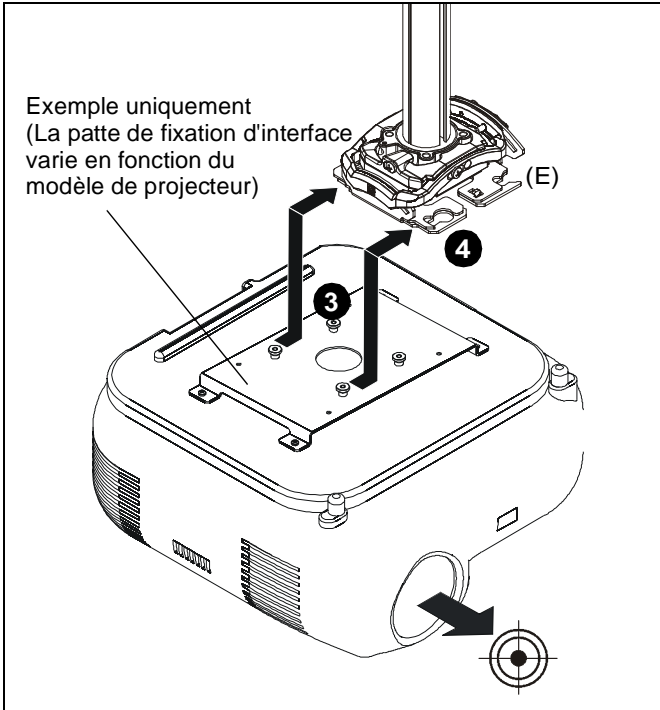

Figure 4
- Orientez le projecteur avec la patte de fixation d'interface. (See Figure 4)
- Soulevez le projecteur de façon à aligner les vis avec écrous à ailettes sur les fentes de montage dans la base du système de montage. (See Figure 4)
- Faites glisser le projecteur avec la patte de fixation d'interface sur les fentes de montage dans la base du système de montage jusqu'à ce que les vis se bloquent à l'arrière des fentes de montage. (See Figure 4)